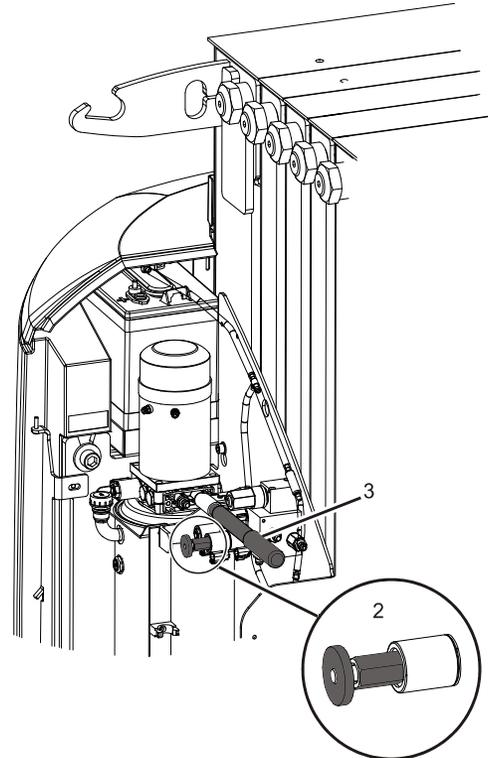

Bild 3-8. Manuelle Schwenkvorrichtung
- Regelventil (2), das sich an der Hauptregelventileinheit befindet (siehe Bild 3-8).
- Handpumpe (3), das sich an der Hauptregelventileinheit befindet (siehe Bild 3-8).